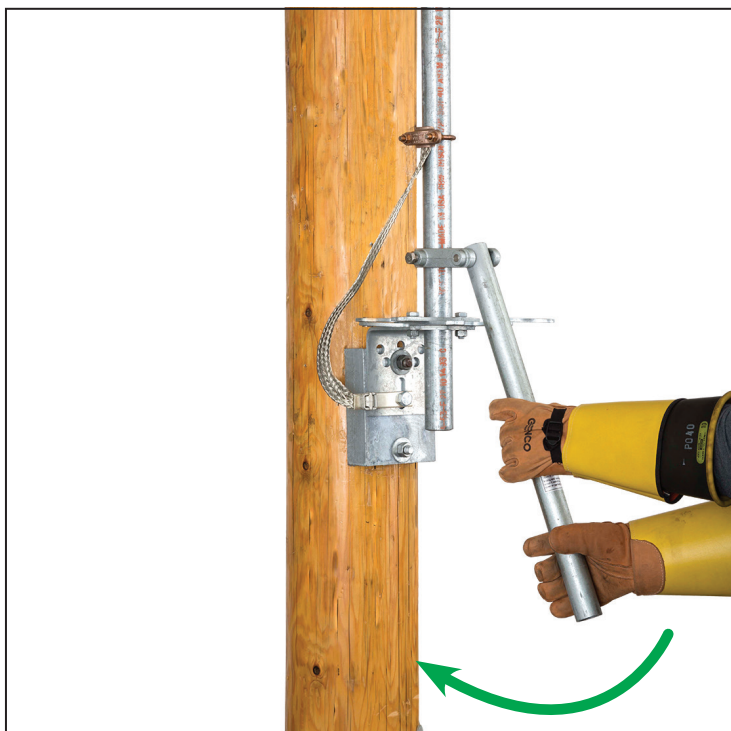

Figura 49. Movimente rapidamente a alavanca de operação.
PASSO 43. Movimente rapidamente a alavanca para a posição totalmente **Aberta** ou totalmente **Fechada**. Ver Figura 49.